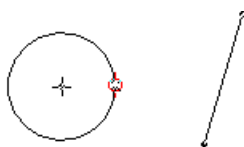

图 4.11.10 将鼠标指针移到弧线上
Step3. 当把鼠标指针移到圆 A 上时, 可看到圆上出现红色的圆圈状  (图 4.11.10), 表明系统已经捕捉到圆上一点作为圆弧的起点。